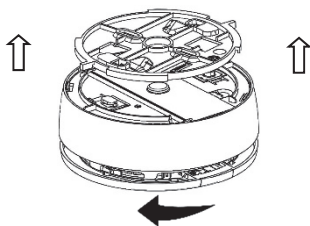

Figure 9
9. Pour fixer le détecteur au support de montage, alignez la nervure de la base sur la nervure du support, insérez les crochets de la base dans les cavités du support, puis faites pivoter le détecteur dans le sens des aiguilles d'une montre (*reportez-vous à la Figure 9*).